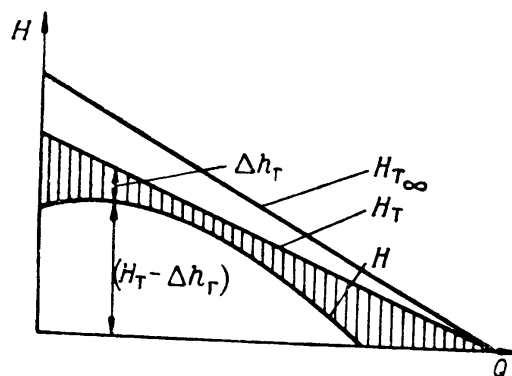

Рис.2
12. Определите вид характеристики насоса, приведенной на рис.2: